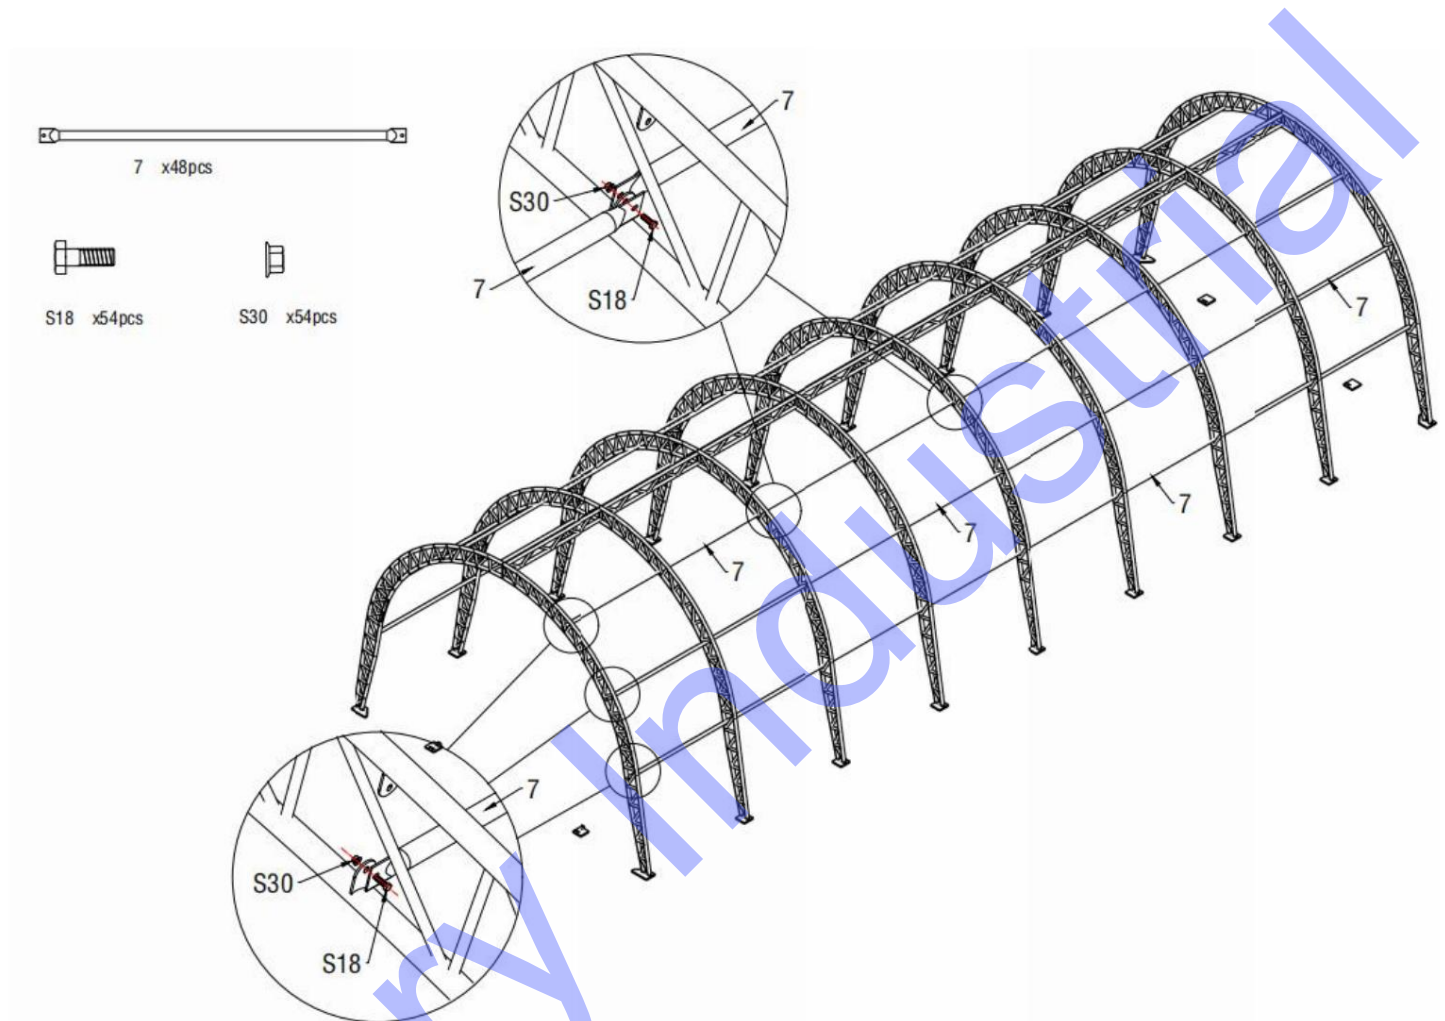

Figure 8
4. La figure 7 ci-dessus montre que lorsque vous avez terminé d'installer toutes les arches dans les plaques de base, utilisez Double Les pannes en treillis (n° 6) doivent être assemblées à l'aide de vis M10x30 (n° S18). Ensuite, utilisez les pannes (n° 7) pour Reliez les arches à l'aide de vis M10 x 30 (n° S18). Fixez ensuite toutes les autres pannes. L'ouvrage est terminé. cadre comme ci-dessous (Figure 8)